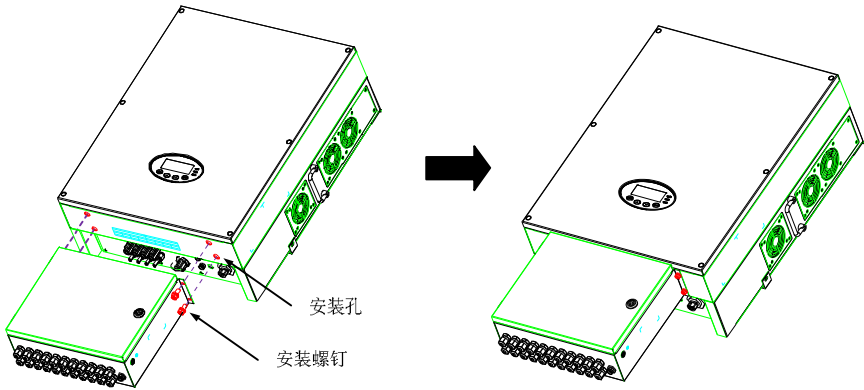

图 4 汇流箱安装示意图
- 5. 汇流箱和光伏逆变器是配套使用的，再安装光伏逆变器时请预留足够的位置，方便安装汇流箱，具体安装方法见下图 4。
汇流箱上端有两个安装耳，每个耳上有两个螺丝孔，与其配套的英威腾光伏逆变器底端预留了四个螺丝位，只需要将其对齐，使用随机附带的 M5 螺丝拧紧即可，如图 4 所示。